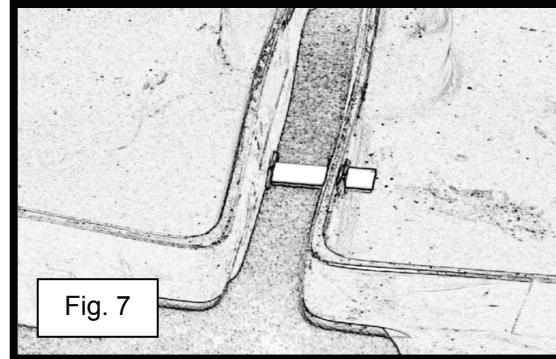

Fig. 7
- 6) När det teflontäckta röret är helt igenom genomföringen i den första uppsamlingsplattformen (se fig. 6) passa in den andra uppsamlingsplattformens genomföring mot det utstickande röret (se fig. 7). (Se instruktion #4.)